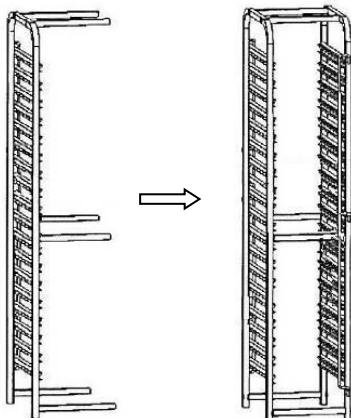

Fig. 1
1. Per prima cosa, montare a uno degli elementi laterali del carrello (**fig. 1**) 6 traversi (in alto, al centro e in basso). Presso la traversa superiore e inferiore, collocare una rondella quadrata tra il traverso e l'elemento laterale e tra l'elemento laterale e la vite. Fatto ciò, avvitare gli elementi con una chiave a brugola. Presso i traversi centrali, collocare la rondella quadrata solo tra l'elemento laterale e la vite. Fatto ciò, avvitare gli elementi con una chiave a brugola